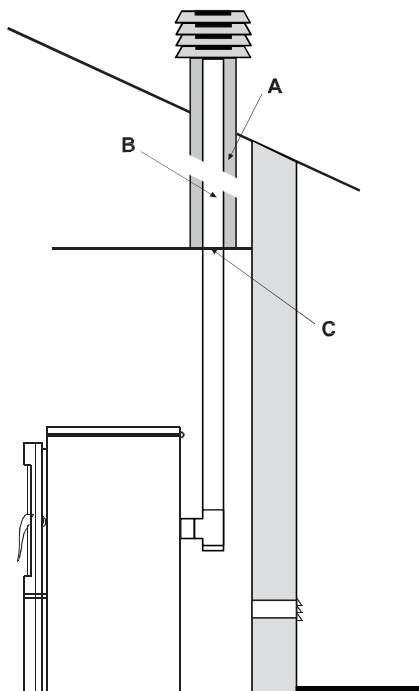

fig. 5.5.5
- Con chimenea de obra de sección mayor es necesario "entubar" la chimenea con una tubería de acero (cuyo diámetro es en función del recorrido) oportunamente aislada (Fig. 5.5.5).